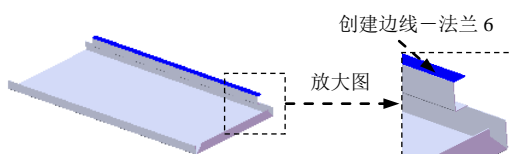
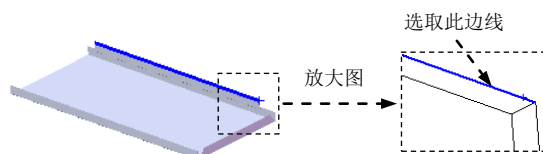

图 17.6.13 创建边线一法兰 6
图 17.6.14 定义特征的边线
Step7. 创建图 17.6.13 所示的边线法兰 6。
(1) 选择命令。选择下拉菜单 **插入(I)**  **钣金(B)**  **边线法兰(E)...** 命令, 系统弹出“边线法兰”对话框。
(2) 定义特征的边线。选取图 17.6.14 所示的模型边线为生成的边线法兰的边线。
(3) 定义法兰参数。在 **角度(G)** 区域的  文本框中输入角度值 90.0。在“边线法兰”对话框 **法兰长度(L)** 区域的下拉列表中选择 **给定深度** 选项, 在  文本框中输入深度值 7.5。在此区域中单击“内部虚拟交点”按钮 。在 **法兰位置(N)** 区域中, 单击“材料在外”按钮 。
(4) 单击  按钮, 完成边线一法兰 6 的创建。